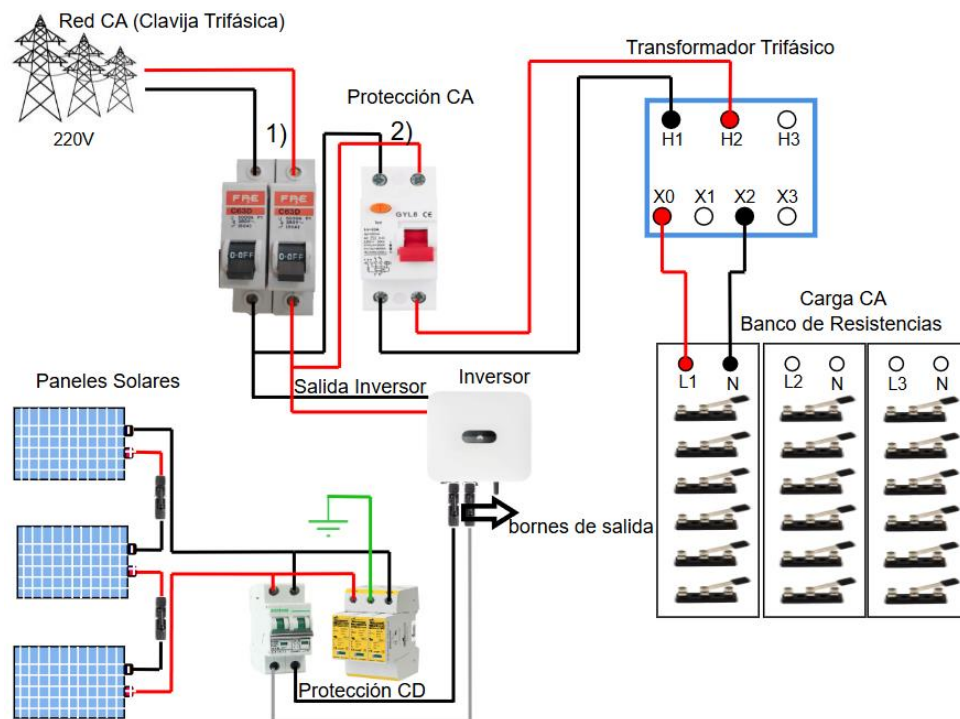

Fig. 98. Diagrama de conexión para la interconexión a la red con un transformador y carga resistiva.
2. Si el voltaje es mayor a 95V, realice la conexión del Banco de Resistencias con cuchilla eléctrica y del transformador (quite la barra de cobre en el lado de baja tensión), como se muestra en la **Fig. 98**, sube todas las cuchillas (colocar la palanca en el centro), no deje ninguna haciendo contacto.
5. Sube las palancas de las protecciones de ca de la red, ver la **Fig. 98** las protecciones marcadas con “1) y 2)”.
Nota: Puede guiarse de la Fig. 98 para observar cuales cables son de la red y cuales salen del inversor.
15. Baje las palancas de las protecciones eléctricas de ca en el siguiente orden 2), 1)” de acuerdo con la **Fig. 98**.